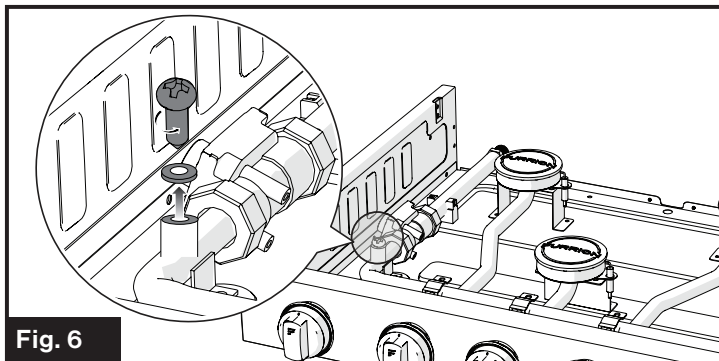

Fig. 6
- Retirez la vis avec le joint d'étanchéité de l'orifice de test de pression sur la cuisinière. (Fig. 6)